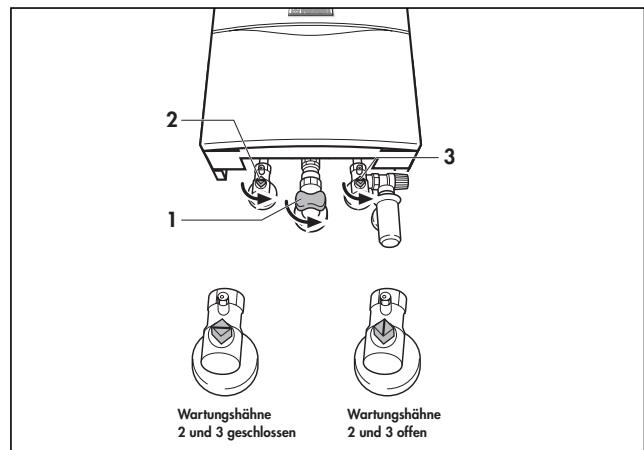

Fig. 3.3 Åpne avstengningsinnretningene
3.2.1 Åpne avstengningsinnretninger (fig. 3.3)
- Åpne avstengingskranen (1) ved å trykke inn og dreie mot urviseren til den stopper.
- Kontroller om vedlikeholdsksranene er åpne i tilførsel (2) og retur (3). Dette er tilfelle når hakkene i firkanten på vedlikeholdsksranene står mot retningen til rørledningen. Hvis vedlikeholdsksranene er lukket, kan du åpne dem ved å dreie med en fastnøkkel en fjerededels omdreining mot høyre eller venstre.